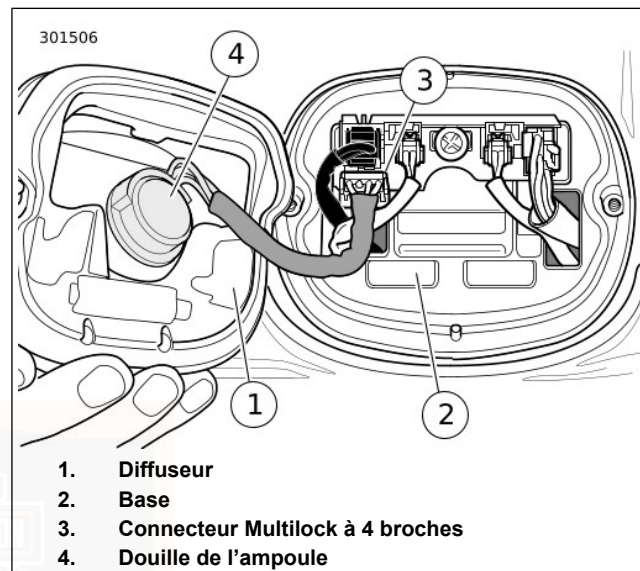

Figure 86. Ensemble du feu arrière
2. Voir Figure 86. Déconnecter le connecteur du feu arrière (3).
2. Introduire la douille (4) dans l'ensemble de feu arrière. Tourner de 1/4 de tour dans le sens horaire.
3. Voir Figure 86. Brancher le connecteur de feu arrière (3).